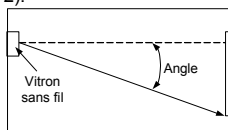

Figure 2 : Angle entre le VITRON sans fil et la vitre
Vérifier que la distance entre le VITRON sans fil et le point le plus distant de la vitre à protéger ne dépasse pas la portée maximale spécifiée, en prenant en considération la réduction de portée causée par l'angle (voir la figure 2).
- Montage sur un mur latéral** - (n'est pas recommandé à cause du fait que le VITRON sans fil ne fait pas face à la zone vitrée - voir le schéma de la portée en fonction de l'angle (figure 2). Tester soigneusement la détection aux deux extrémités de la zone vitrée en se servant du testeur RG-65 (voir la figure 6).